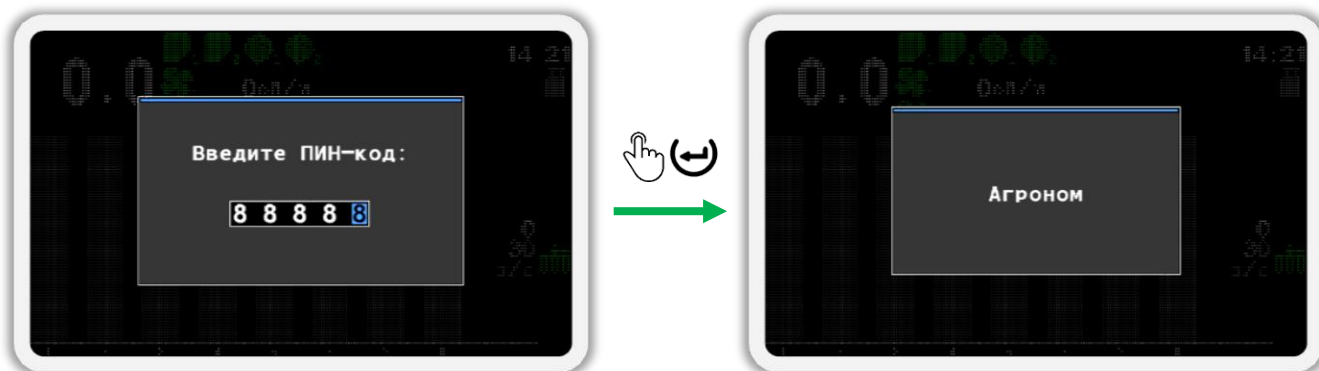

Рисунок 31
- После того, как вы введете ПИН-код, нажмите кнопку  «Меню». Если код введен правильно, то вы увидите сообщение с надписью «Агроном» (см. Рисунок 31). После этого вы будете автоматически возвращены в меню «Настройки».